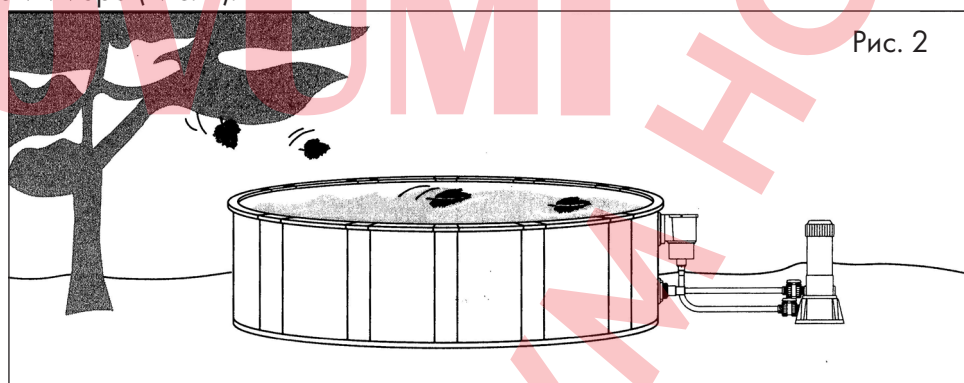

Рис. 2
Поз. (1) Скиммер. Речь идет об устройстве для фильтрации, которое должно располагаться в наружной зоне и в верхней части стенки плавательного бассейна. Функция скиммера состоит в данном случае в том, чтобы всасывание воды осуществлялось с поверхности плавательного бассейна и задерживать в корзине (волосоловке) скиммера крупные частицы загрязнения. Более мелкие частицы загрязнения поступают для очистки в фильтр. Дозировку хлорных таблеток можно производить через корзину (волосоловку) скиммера. Кроме того, существует возможность подключения к скиммеру через адаптер в зоне корзины (волосоловки) водный пылесос. Поз. (7). Скиммер устанавливать против направления ветра, чтобы загрязнения и мусор подгонялись в направлении скиммера (Рис. 2).